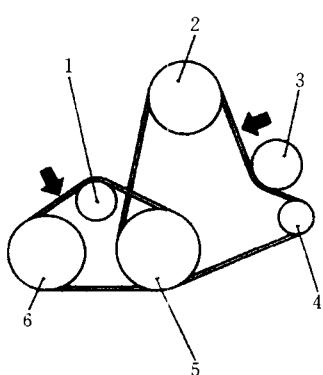
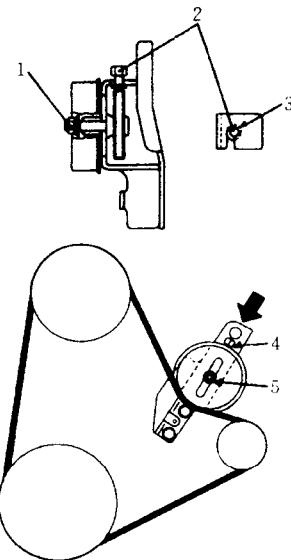

图 36 传动带示意图——钻石车
图 37 发电机和动力转向泵传动带——钻石车 3.0L (6G72) SOHC 发动机
- ①断开蓄电池负极接线。
- ②松开空调张紧轮表面的固定螺栓。
- ③转动空调张紧轮的调整螺栓，松开空调传动带。
- ④取下空调压缩机传动带。
- ⑤松开动力转向/发电机表面的固定螺栓。
- ⑥转动张紧轮调整螺栓，使传动带松弛。
- ⑦取下动力转向或发电机传动带（图 36、图 37）。